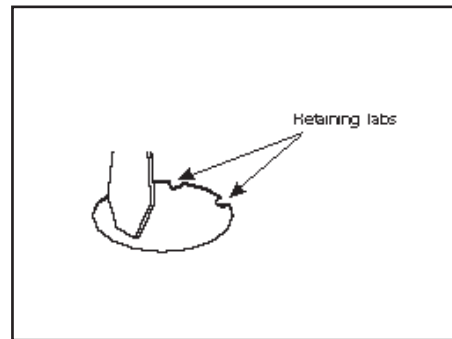

Figure 1
- 1) With the power turned off at circuit breaker box, position Mounting Plate (12) near the junction box and feed supply wires through center hole, position with installed Screw threads facing outward and rotated to correct fixture orientation. Secure using 1-1/2" Screws (11) provided.
- 2) Remove diffuser (14) from housing (1) near one end of housing, grasp edge of diffuser and carefully squeeze to release diffuser from housing. Continue down length of diffuser to fully disengage.
- 3) To access wire way, Open cover (2) by removing center screws (3) and compressing the sides to dis-engaging from the Fixture Housing (1). Rotate cover open to expose wire way.
- 4) On back of fixture, remove 7/8" knockout at center of fixture by placing straight blade screwdriver on knockout and striking sharply with hammer (Always wear safety glasses when hammering). Remove slug by flexing back and forth with pliers. See Fig 1.
1) Con el disyuntor apagado, coloque la placa de montaje (12) cerca del disyuntor y pase los cables de alimentación a través del agujero central, posicione con los tornillos de rosca instalados hacia afuera y gire para corregir la orientación del montaje. Sujete con los tornillos (11) de 1-1/2 in incluidos.
2) Para retirar el difusor (14) de la carcasa (1): cerca de un extremo de la carcasa, sostenga el borde del difusor y comprima con cuidado para liberar el difusor de la carcasa. Continúe a lo largo de la longitud del difusor para retirarlo completamente.
3) Para acceder al cableado, abra la cubierta (2) quitando los tornillos del centro y mediante la compresión de los lados para extraer la carcasa del montaje (1). Gire la abertura de la cubierta para exponer el cableado.
4) Remueva la 7/8" chapa colocando un destornillador de paleta sobre la chapa y dándole un golpe de cantazo con un martillo. La chapa se termina de sacar con un alicate. **Vea Fig 1**
1) En s'assurant que le courant soit coupé au niveau du disjoncteur, positionnez le cadre de montage (12) à proximité de la boîte de jonction et passez les fils d'alimentation au centre de la plaque de montage dans le trou central, avec les filages installés tournés vers l'extérieur et pivotés pour corriger l'orientation du luminaire. Fixez à l'aide des vis 1-1/2 po (11) fournies.
2) Pour retirer le diffuseur (14) du boîtier (1) : Saisir le bord du diffuseur près d'une extrémité du boîtier et serrer délicatement pour le libérer. Continuer ainsi le long du diffuseur pour le libérer complètement.
3) Pour accéder à la goulotte guide-fils, ouvrez le couvercle (2) en retirant les vis du centre et en comprimant les côtés pour les dégager du boîtier du luminaire (x). Pivotez le couvercle ouvert pour exposer la goulotte guide-fils.
4) Pour enlever la 7/8 débouchure appuyer un tournevis sur celle-ci et donner un coup de marteau. (Toujours porter de lunettes de sécurité en utilisant un marteau.) Dégager la rondelle à l'aide de pinces puis l'enlever. **Voir Fig 1.**